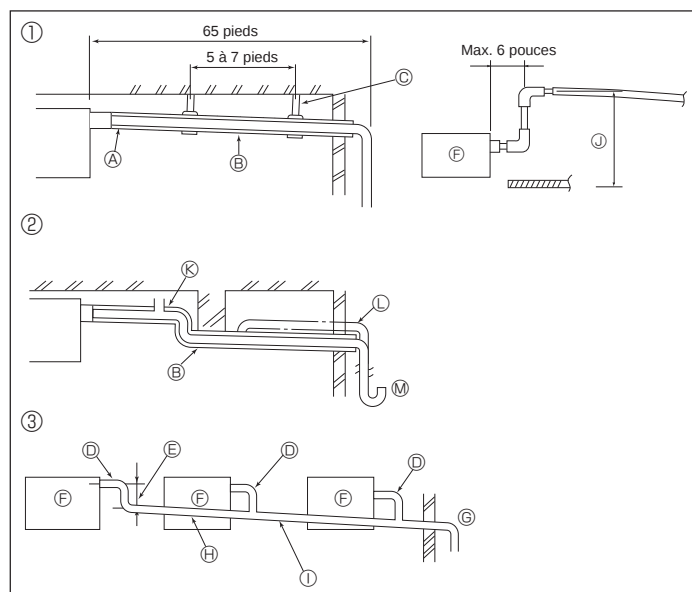

Fig. 3-1
3.1. Mise en place du tuyau d'écoulement (Fig. 3-1)
- ① Tuyauterie correcte
- ② Tuyauterie incorrecte
- Ne pas placer de purgeur d'air. Cela peut provoquer un débordement de l'écoulement. ③
- Ne pas placer de tuyau surélevé sur la tuyauterie. ①
- Ne pas placer de pièges à odeur sur la tuyauterie. ④
- ③ Mise en place groupée des tuyaux